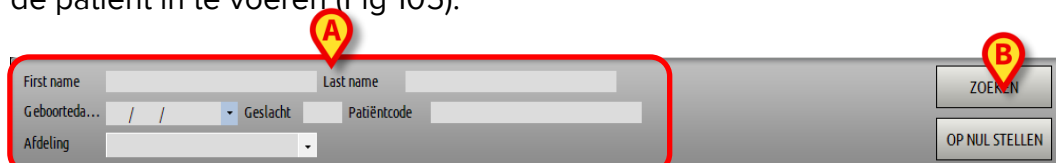

Fig 105
Met de zoekvelden in het bovenste deel is het mogelijk de betreffende informatie over de patiënt in te voeren (Fig 105).
- Voer de gegevens van de patiënt die u zoekt in een of meer velden in (Fig 105 **A**).
- Klik op de toets **Zoeken** (Fig 105 **B**).